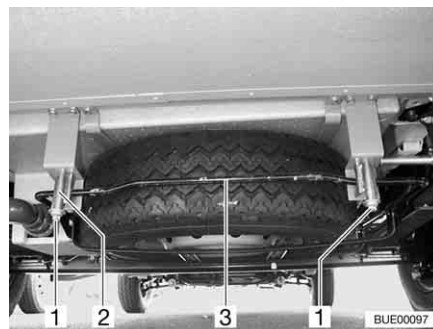

Bild 279 Reservhjulshållare
- Lossa muttrarna (Bild 279,1) lite på vänster och höger krok (Bild 279,2) på reservhjulshållaren.
- Tryck bygeln (Bild 279,3) lite uppåt. Dra samtidigt kroken nedåt och lossa bygeln.